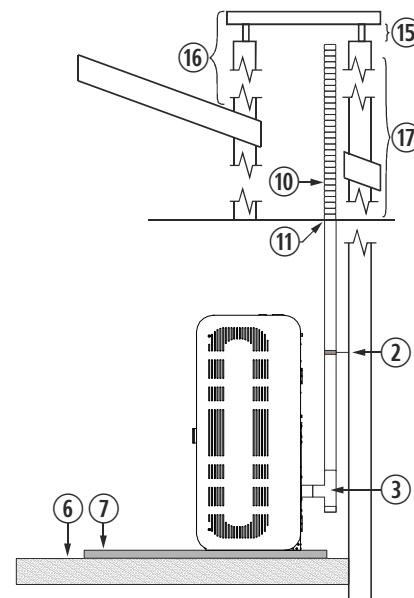

Figura 11
4.29. L'installazione di una stufa ad incasso in un caminetto può essere realizzata in completa totalità in un tubo flessibile, così come è indicato nella *figura 11*. Dobbiamo prestare speciale attenzione al momento di realizzare l'isolamento tra il caminetto e il tubo di fuoriuscita di gas per evitare possibili arretramenti di gas in caso di tormenta.
②	Collare di fissaggio in acciaio inox.
③	Giunto a "T" a 90° con filtro.
⑥	Pavimento in legno.
⑦	Protezione non infiammabile.
⑩	Tubo in acciaio inossidabile flessibile.
⑪	Manicotto d'unione tra flessibile e rigido.
⑫	Isolante anti -arretramento.
⑮	Minimo 200mm.
⑯	Deve superare di 1 metro il tetto.
⑰	Se superiore a 8m aumentare le dimensioni.